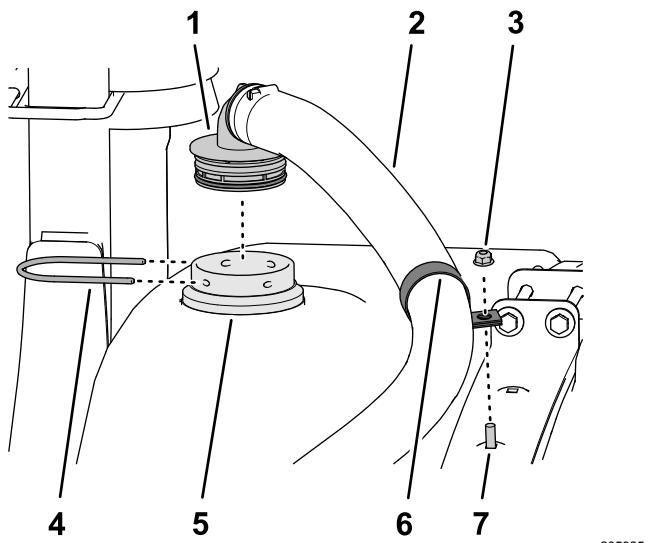

図 29
4. エダクタホースアセンブリにRクランプを通す図 29。
5. エダクタホースアセンブリのバーブ付き90°フィッティングを、バルクヘッドのフィッティングに取り付け、バーブ付きフィッティングをバルクヘッドのフィッティングにリテーナで固定する図 29。
6. キャリッジボルトにRクランプを仮止めし、取り付け、フランジナット5/16 インチを使用してクランプを固定する図 29。
- 注** 必要に応じ、エダクタホースに合わせてRクランプの位置を調整する図 29。